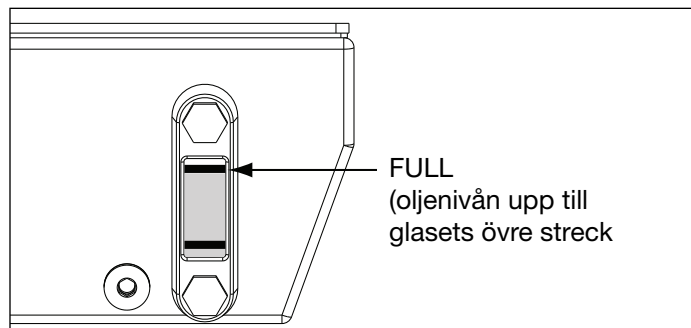

Figur 1, Behållarens ventilator och oljepåfyllningsplugg
Se figur 1. En transportplugg (A) är monterad i ventilatorporten ovanpå behållaren. Innan du använder pumpen, byt ut transportpluggen (A) mot behållarens ventilator (B) och adapteranslutningen (C).
Kontrollera oljenivån i pumpen före igångsättning. Behållaren är full när oljenivån når upp till toppen av inspektionsglaset som figur 2 visar. Fyll på olja efter behov genom att ta bort oljepåfyllningspluggen (D) från påfyllningsröret som figur 1 visar. Använd Enerpac HF olja (ISO 32).